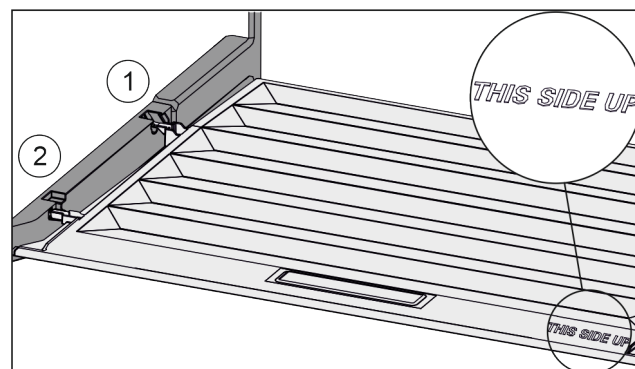

Fig. 90
- ▶ Výstupky víka zaved'te do zadních držáků Fig. 90 (1) a vpředu zaklesněte do držáku Fig. 90 (2).